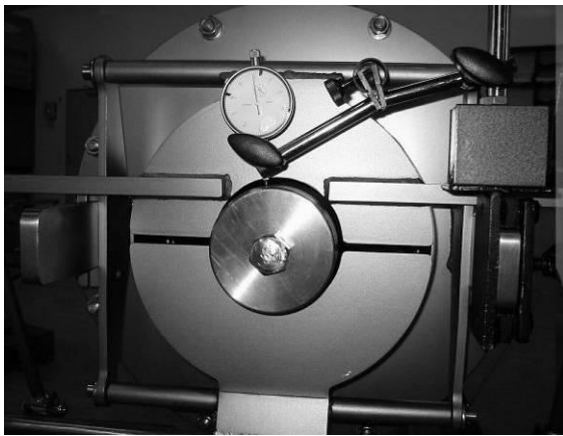

Abb. 13-13: Kontrolle des Taumelschlags der Schnecke
6. Lösen Sie die Kontermuttern der Abstreifschrauben und drehen sie die Abstreifschrauben ca. eine Umdrehung gegen den Uhrzeigersinn, siehe Abb. 13-13
Nun wird noch einmal der Taumelschlag der Schnecke überprüft. Dieser sollte kleiner als 1 mm sein, da ansonsten die Siebe beschädigt werden. Abb.13-13 zeigt die Kontrolle des Taumelschlages im Werk. Ist der Taumelschlag größer, Schnecke und Befestigungselemente erneut auf Schäden, Markierungen und Verschmutzung überprüfen.